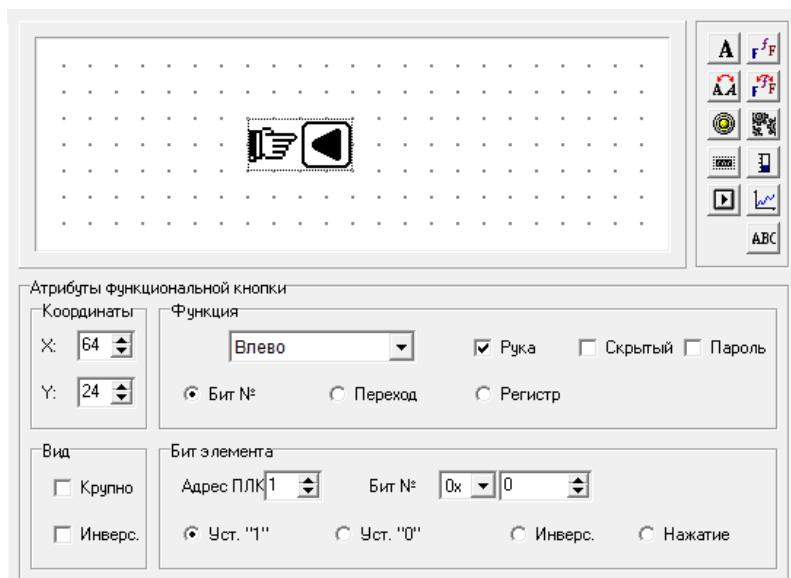

Рисунок 4.8 – Функциональная кнопка
- В области задания параметров, в поле «Кнопка» – выбрать из раскрывающегося списка двадцати доступных кнопок клавиатуры требуемую. Варианты: «ESC», «ALM», «Вниз», «Вверх», «Влево», «Вправо», «SET», «ENT», «CLR», «+/-», «0», «1», «2», «3», «4», «5», «6», «7», «8», «9», «0». Выбранная кнопка отобразится на экране области редактирования (см. рисунок 4.8).